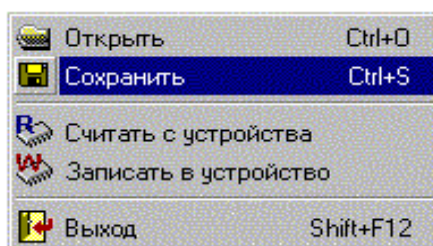

Рис. 4.26. Панель всплывающего меню (Сохранение конфигурации в файле)
- или выбрать пункт всплывающего меню «Сохранить», для чего нажать правую клавишу мыши. Откроется панель всплывающего меню (рис. 4.26), наложить указатель мыши на пункт «Сохранить» и нажать левую кнопку мыши.